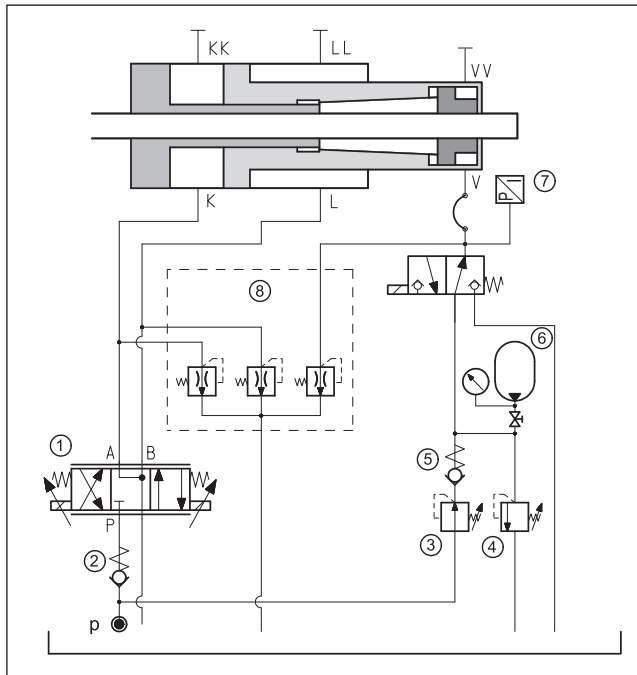

図8: 基本的な油圧回路図
配管ラインをそれぞれポートL・K・Vに繋いで下さい。(LL・KK・VVでも構いません) 下記の図8の⑧の回路にオートブリーダを装備する事を推奨します(こちらは製品に付属はしていませんがオプションとして本体と一緒にご購入が可能です。詳しくは「テクニカルインフォメーションTI-Z10」をご覧ください。)
ポートLとKへのラインの流量と圧力は、図8の①の比例弁で調節出来ます。
もし図8の圧力(p)が一定で無ければ(降下動作中に突然、減圧が起こるなど)pのライン上の②に逆止弁を設置される事をお勧めします。
お互いの油圧部屋に過圧がかからないようにするために、安全リリーフバルブ(図8の④)を設置して下さい。ポートVへの圧力を安定化させるために、圧力調整弁(図8の③)を組み込む事を推奨します。(図8の⑤)逆止弁と(図8の⑥)アキュムレータは突然の減圧時にポートVへの圧力供給を維持させるために必要です。